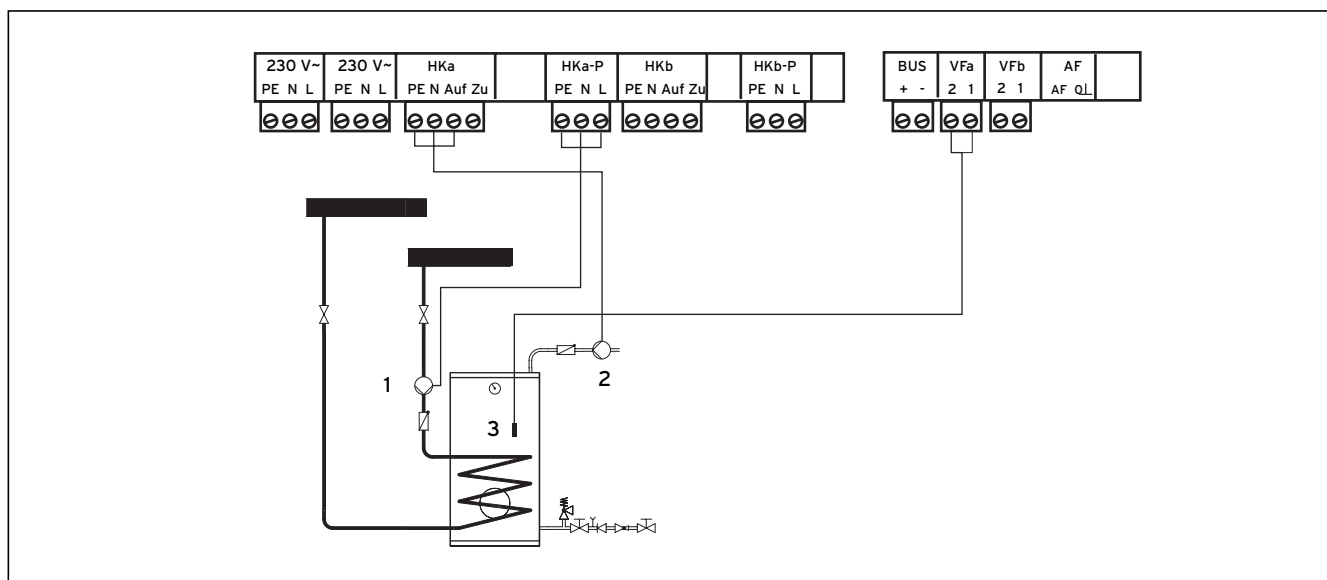

Рис. 5.2 Подключение отопительного контура в качестве контура заполнения накопителя
- Произведите монтаж электропроводки на смесительном модуле VR 60 так, как это показано на рис. 5.2.